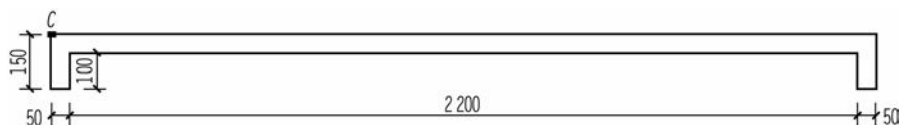

图 1-18 电视柜前视图的下半部分
(4)以 C 点为起点,完成电视柜前视图下半部分的绘制,如图 1-18 所示。